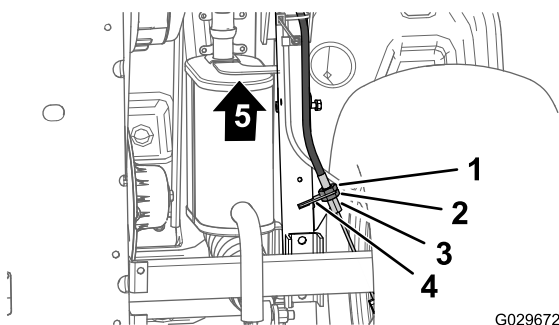

Figura 62
3. Na parte inferior da máquina, desaperte a porca de bloqueio traseira para o ajustador roscado do cabo do travão de mão 4 voltas (Figura 62).
- A. Desaperte a porca de bloqueio traseira (Figura 62) para o ajustador roscado do cabo do travão de mão 1 volta.
- B. Aperte a porca de bloqueio dianteira (Figura 62).
4. Aperte a porca de bloqueio dianteira (Figura 62).
- A. Desaperte a porca de bloqueio dianteira (Figura 62) para o ajustador roscado do cabo do travão de mão 1 volta.
- B. Aperte a porca de bloqueio traseira (Figura 62).